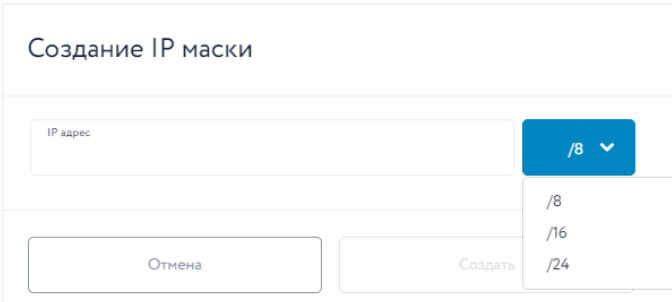

Рисунок 13 – Окно добавления маски подсети
- **Подсети.** Для добавления маски подсети нажать кнопку «Добавить». Откроется модальное окно (рис. 13), в котором необходимо адрес сети, выбрать количество адресов в подсети (8, 16 или 24) и нажать создать. После добавления маски, она отобразится в списке. Для редактирования маски нажать кнопку  справа от нее, для удаления нажать кнопку .